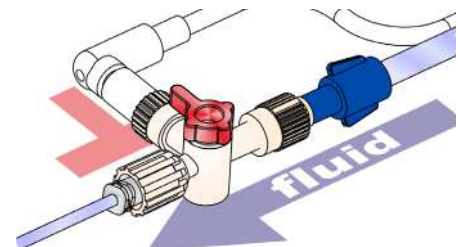

Fig. 58: Válvula de 2 vias: AR DESLIGADO
- ➡ 4. Gire a válvula de 2 vias para: Ar **DESLIGADO** (fig. 58)